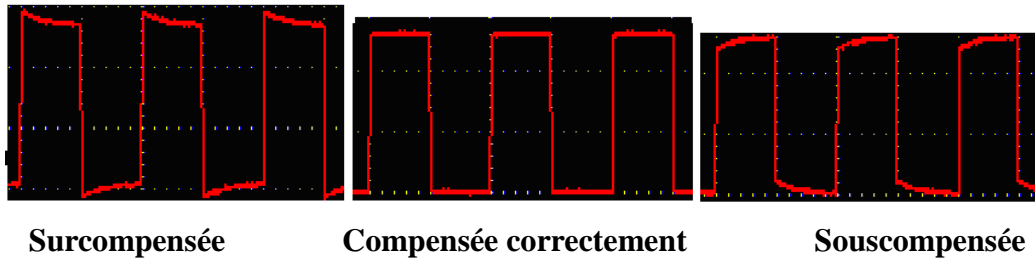
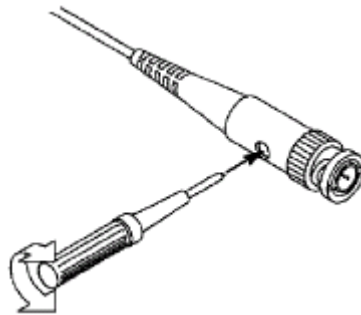

Figure 4-8 Ondulations affichées de la compensation sonde
Figure 4-9 Ajuster la sonde
2. Vérifier l'ondulation affichée et régler la sonde jusqu'à atteindre une compensation correcte (voir *Figure 4-8* et *Figure 4-9*).